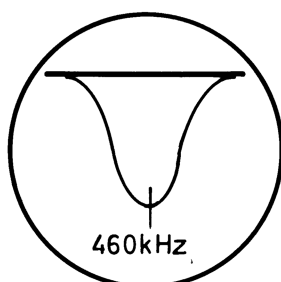

Abb. 1
- Fi. 5, 6, 7 auf Maximum und Symmetrie der Durchlaßkurve abgleichen (siehe Abb. 1).
- Fi. 8 auf Maximum und Symmetrie der Durchlaßkurve abgleichen (siehe Abb. 1).
- Adjust Fi. 5, 6, 7 to maximum and align symmetry of frequency response curve (See Fig. 1).
- Adjust Fi. 8 to maximum and align symmetry of frequency response curve (See Fig. 1).